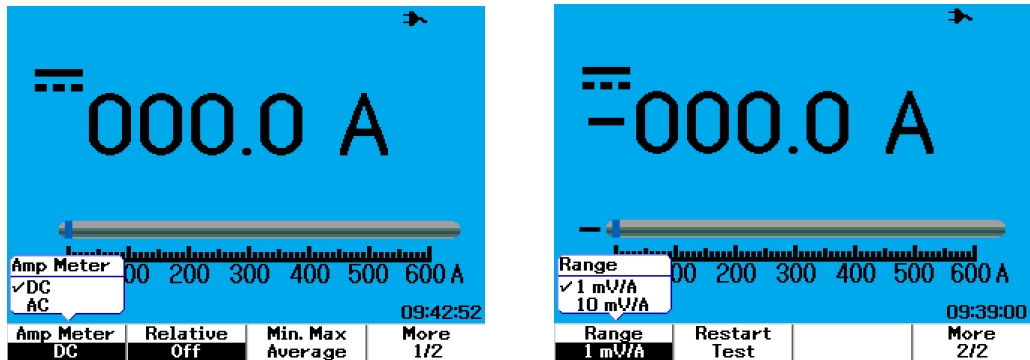

Figura 4-9 Medición de corriente
- 4 En el submenú ampere meter, presione F1 para seleccionar la medición de corriente de CA o CC (consulte la Figura 4-9).
- 7 Presione F1 en la página 2/2 para seleccionar el rango de medición (consulte la Figura 4-9). El rango de medición se selecciona según la configuración del adaptador de corriente (1 mV/A o 10 mV/A).